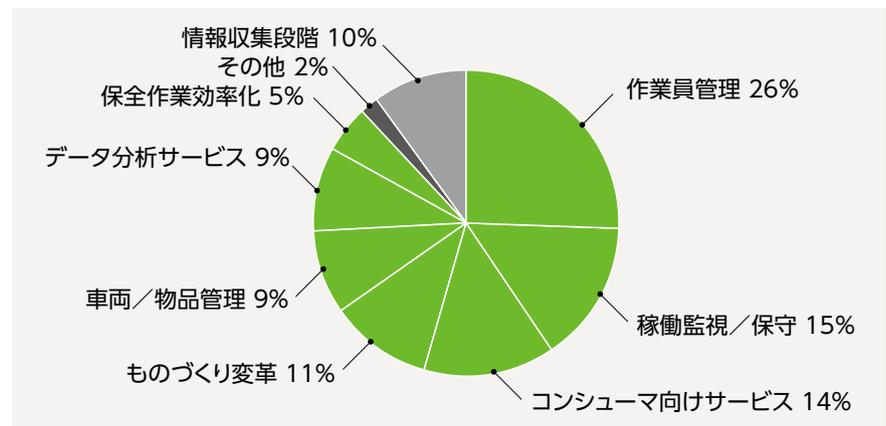
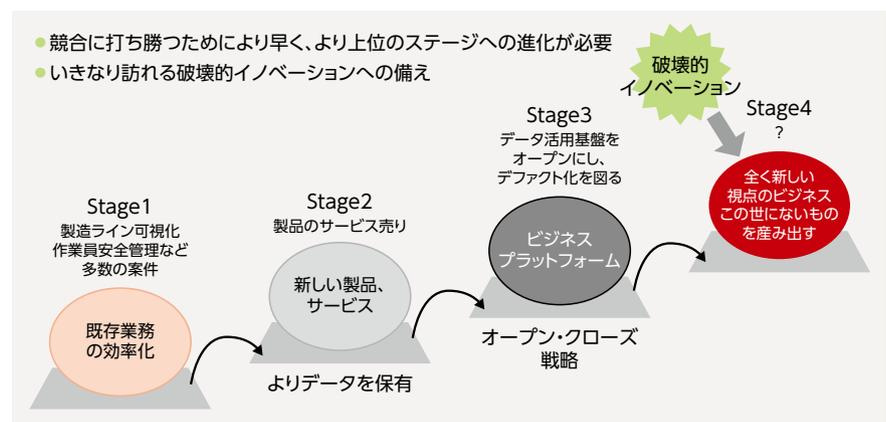

図1:IoT活用用途分類
図2:IoTの4つのステージ
企業は今、IoTにどう取り組んでいるのか？ それを示す材料の1つが、2016年1月以降に富士通が実施してきた新規案件を分類した図1である。情報収集段階（どう取り組むべきかを理解するために情報を集めている段階）は10%に留まった。2015年の同じ分類では50%以上だったことを考えると、急ピッチで企業の取り組みが進んでいることが浮かび上がる。
しかし先は長い。IoTに関するデジタルジャーニーの道程を、4ステージに分けて図2に示した。図1から推察できるように、現時点ではStage1に留まる企業が多いのだ。理由は大きく3つあると考える。①投資対効果が明らかではない、②Stage2以降となると取り組み方法が見えにくい、③これまでの業務で得たノウハウをデジタル技術を活用して新しい知見に進化させることに慣れていない企業が多い、である。多くの場合、製品を担当する事業部門とITを担当するIT部門が密に連携する関係にないことも、理由の1つかも知れない。